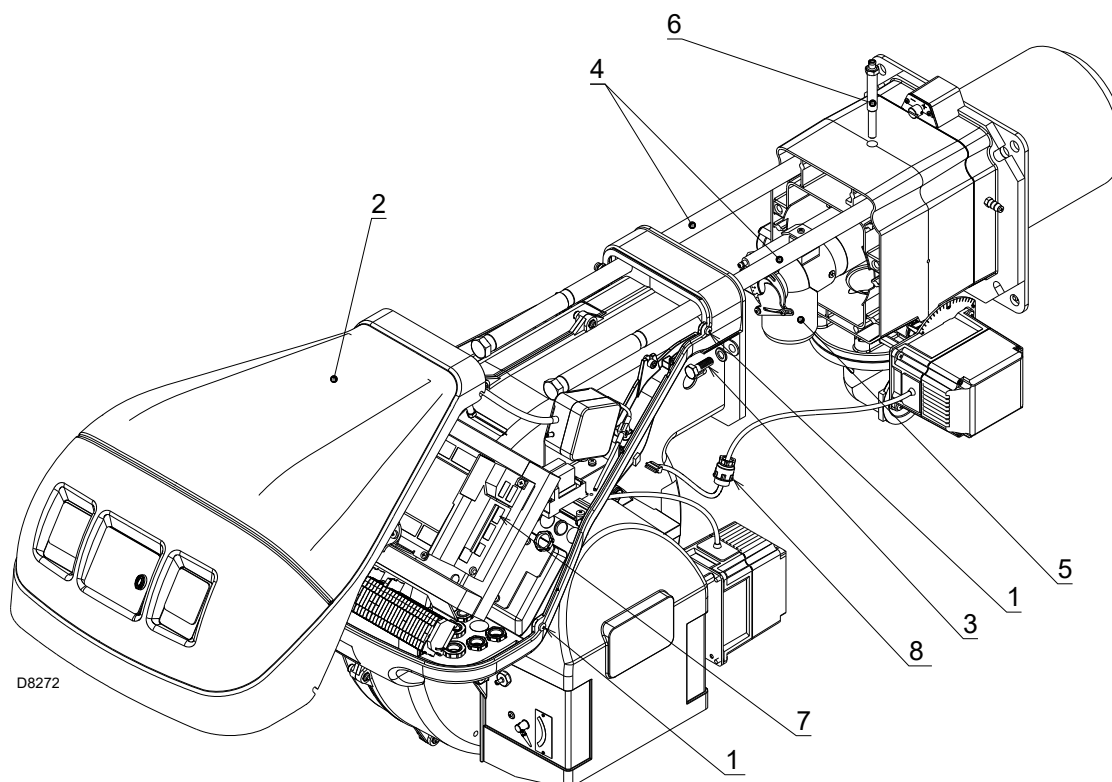

Fig. 37
- Aflojar los 4 tornillos 1)(Fig. 37) y sacar la tapa 2).
- Conectar el conector macho del servomotor 7)(Fig. 37) y enroscar el pasacable 8).